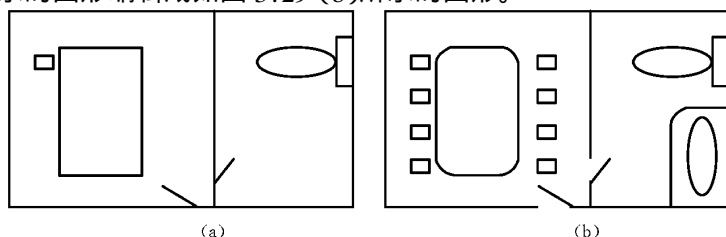

图 3.29
1. 使用移动、旋转、阵列、圆角、倒角、打断、比例缩放、延伸、复制等命令,将如图 3.29(a)所示的图形编辑成如图 3.29(b)所示的图形。